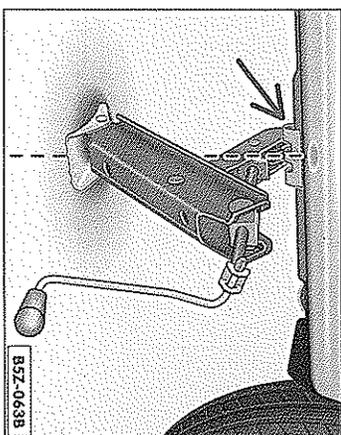

Fig. 12 Gato colocado en la parte trasera, lado izquierdo
4. Coloque en forma alineada el gato y súbalo con la manija al mismo tiempo, hasta que éste se encuentre en el punto de recepción por debajo del vehículo => fig. 12 -flecha-, con la base apoyada en el suelo en una posición vertical, con relación al apoyo superior del gato => ◀.
- La garras del gato deberá envolver el perfil vertical del larguero, para que al levantar el vehículo, el gato no escape => fig. 12-flecha- ▶